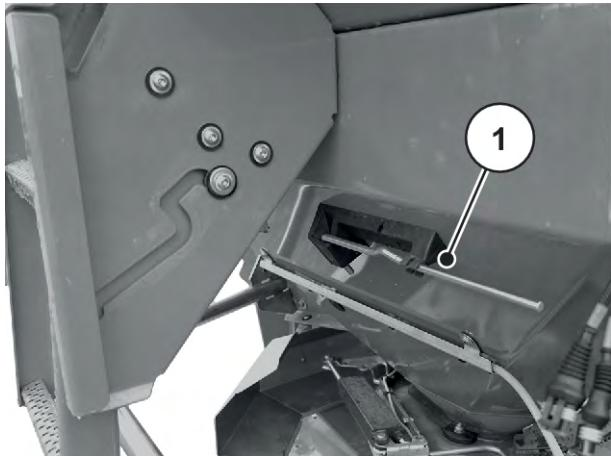

図 32: 調整レバー AXIS xx.2 の位置
- ▶ 調整レバーを再び所定のブラケットにかけます。参照: 図 32 調整レバー AXIS xx.2 の位置